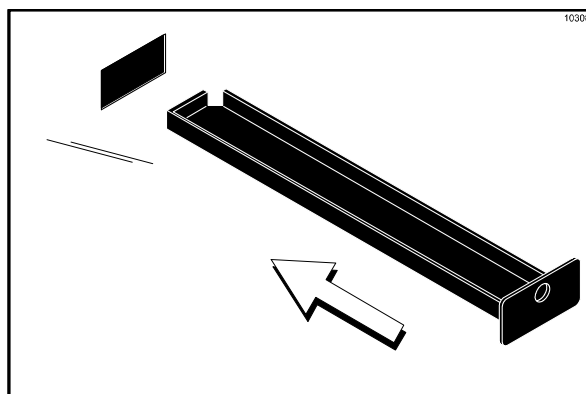

Figura 141
13. Deslize as duas pingadeiras mais curtas pelos orifícios no painel posterior. Deslize as duas pingadeiras com entalhes nos painéis laterais esquerdo e direito. (Veja a Figura 141.)